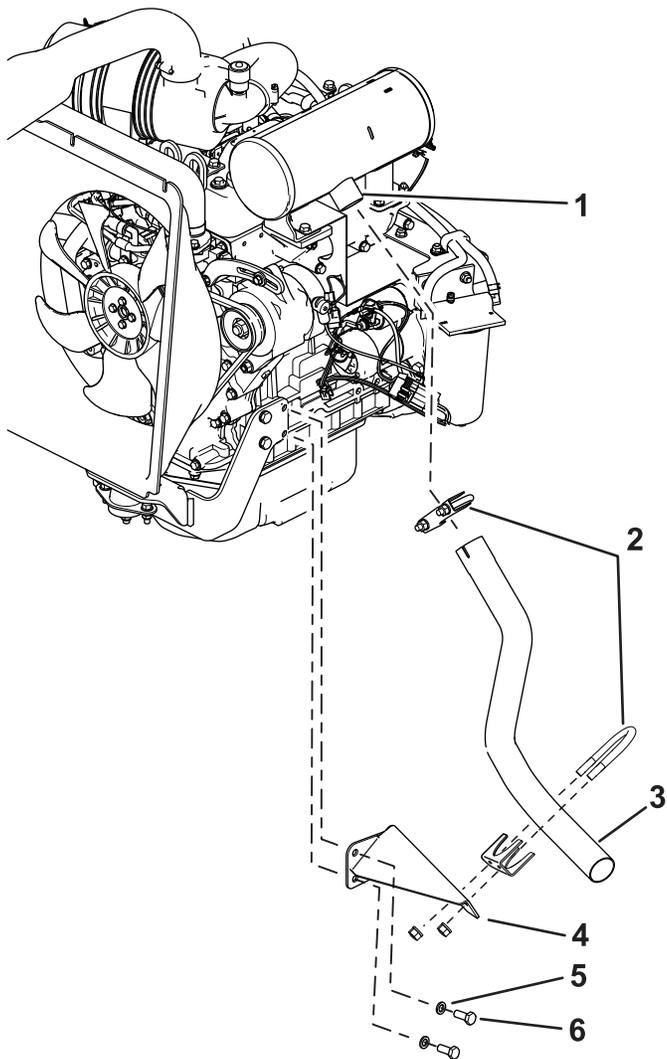

Bild 11
4. Installieren Sie die neue Halterung seitlich am Motor mit den zuvor entfernten Unterlegscheiben und Motorschrauben (**Bild 11**).
5. Schieben Sie die vorhandene Klemme über das neue Auspuffrohr und installieren Sie den neuen Auspufftopf-Auslass (**Bild 11**).
6. Befestigen Sie die neue Klemme um das neue Auspuffrohr und an der Halterung mit den Befestigungselementen der Klemme an (**Bild 11**).
8. Ziehen Sie die Motorschrauben auf 54 N·m an und ziehen Sie dann alle Klemmen fest (Bild 11).